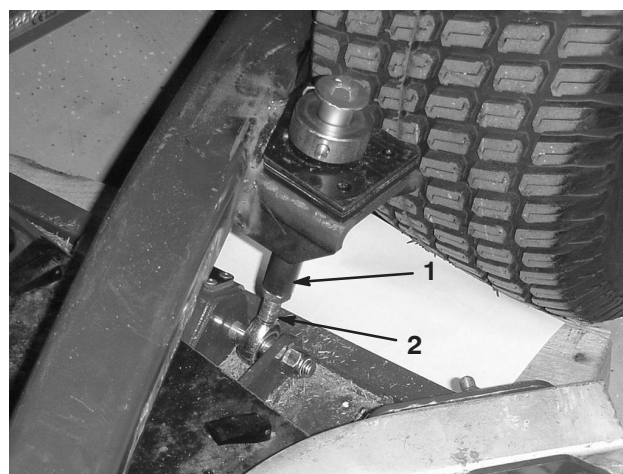

Bild 28
6. Lösen Sie die Klemmmuttern unten an den Schnitthöhenslangen (Bild 28).